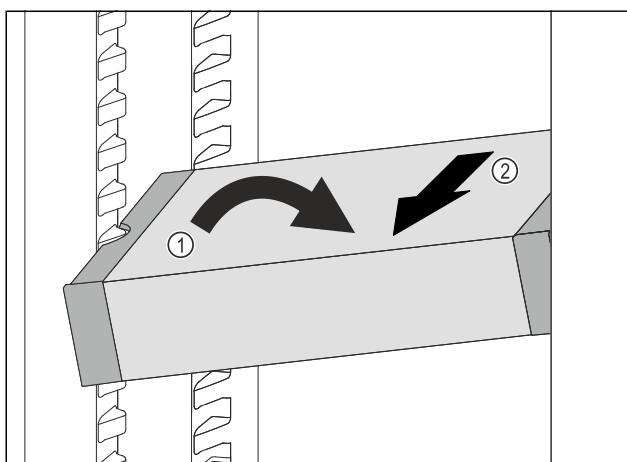

Fig. 127
- VarioSafe postavte v chladniče šikmo. Fig. 127 (1)
- VarioSafe odeberte směrem dopředu. Fig. 127 (2)